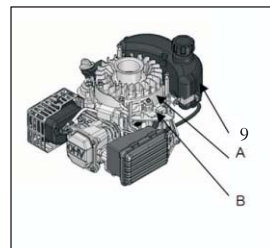

Fig. 12
4. Relâchez le frein à disque (située sur l'équipement) pour libérer le frein du volant et vérifiez s'il y a un jeu entre le bras du régulateur et la tige de retour d'étranglement quand la tige de retour d'étranglement est en position rapide (ou haute). Vérifiez également qu'il y a au moins 2 mm de distance entre le bouchon et le support du câble de frein. (Voir la figure 12)